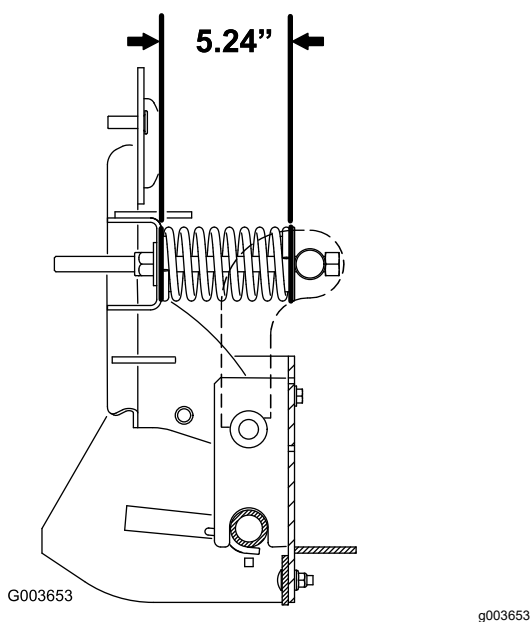

図 8
- スカリファイニングの強さは、スプリングの長さで調整します 図 8。スプリングを長くすると強いスカリファイニングになります。スプリングを短くすると弱いスカリファイニングになります。
スプリングと調整ロッドは出荷時に調整済みです。新しいパーツを取り付けたり、スプリングを外したりした場合には、図 8 に示すようにスプリングの長さを 133 mm に調整してください。